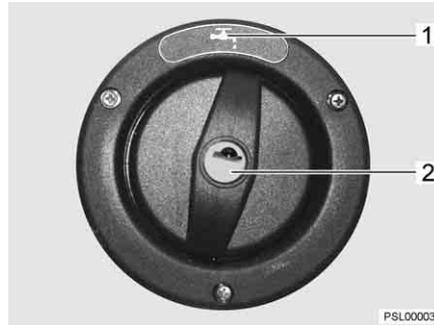

Fig. 34 Tapa de cierre para el tubo de llenado de agua potable
▷ El tubo de llenado de agua potable está identificado con el símbolo  (Fig. 34,1).
- Introducir la llave en el cilindro de cierre (Fig. 34,2) y girar en sentido contrario a las agujas del reloj.